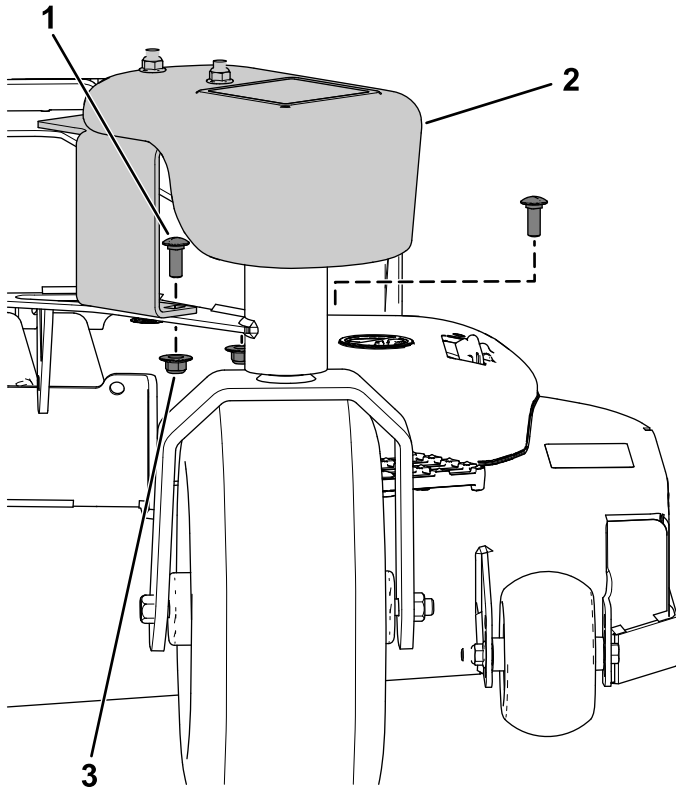

Bild 5
1. Befestigen Sie den Ballast mit zwei Schlossschrauben ($\frac{3}{8}$ " x 1") und zwei Bundmuttern ($\frac{3}{8}$ ") am Laufradarm, wie in Bild 5 dargestellt.